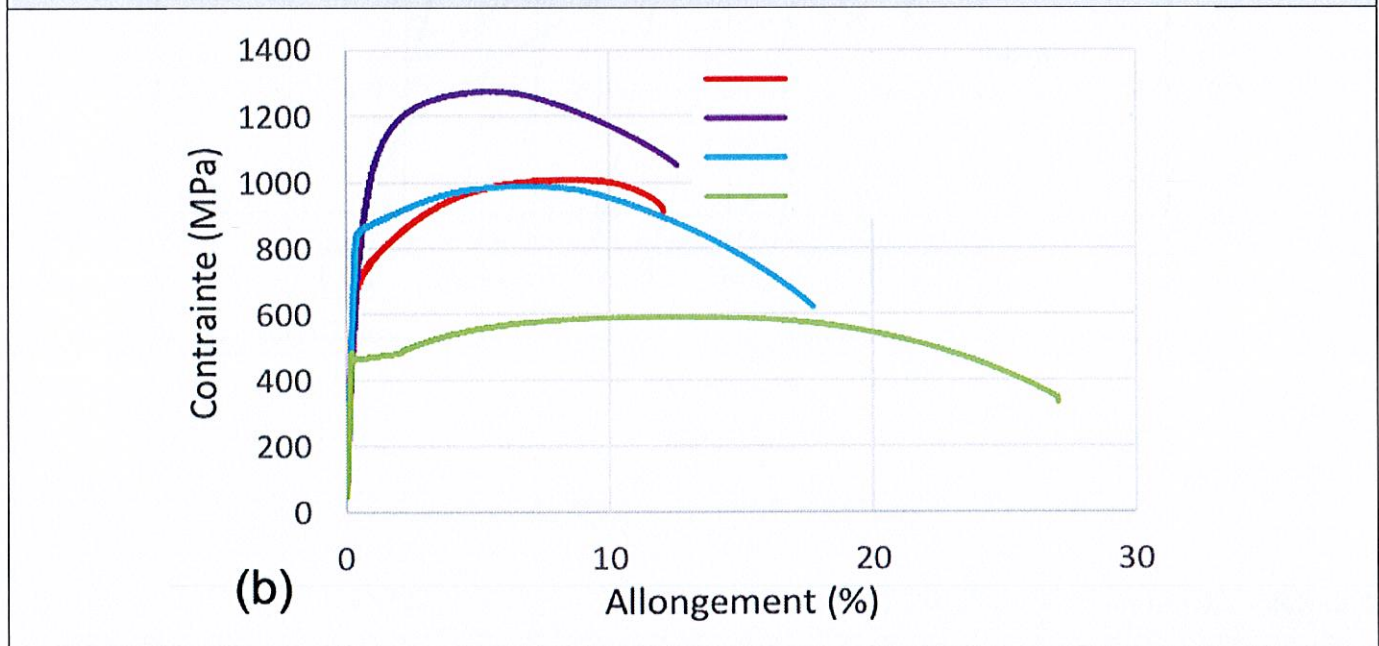

Figure 6 – Courbes traction obtenues sur un même acier ayant subi différents traitements thermiques.
- 4.) Attribuer, en justifiant votre réponse, à chaque courbe de traction de la figure 6 les phases ou constituants suivants : a.) perlite, b.) ferrite, c.) bainite et d.) martensite revenue.